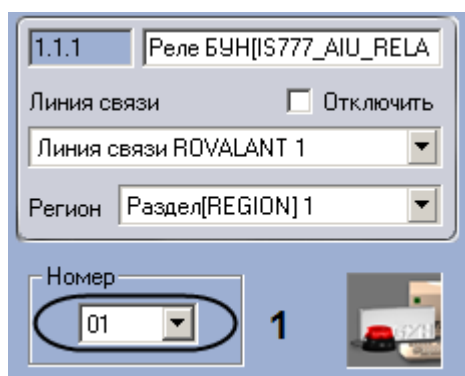

Рис. 3.4—19. Настройка реле БУН
2. Выбрать из раскрывающегося списка **Номер** аппаратный адрес реле БУН (см. Рис. 3.4—19, 1).